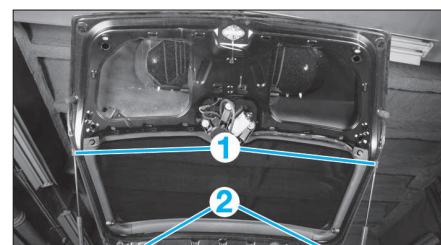

FIG. 38
- A l'aide d'une deuxième personne soutenant le hayon, déposer les fixations (1) (Fig.38) des vérins de maintien.
- Déposer les vis de fixations (2), puis extraire le hayon.